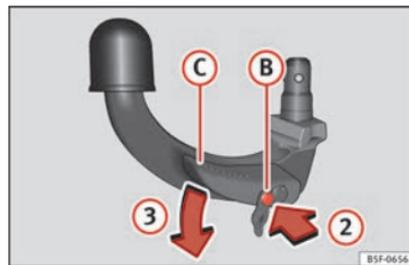

Fig. 227 Étape 2 :
- Appuyez sur la broche de déverrouillage ② dans le sens de la flèche ② et appuyez simultanément sur le levier ③ dans le sens de la flèche ③ jusqu'à la butée »» fig. 227.